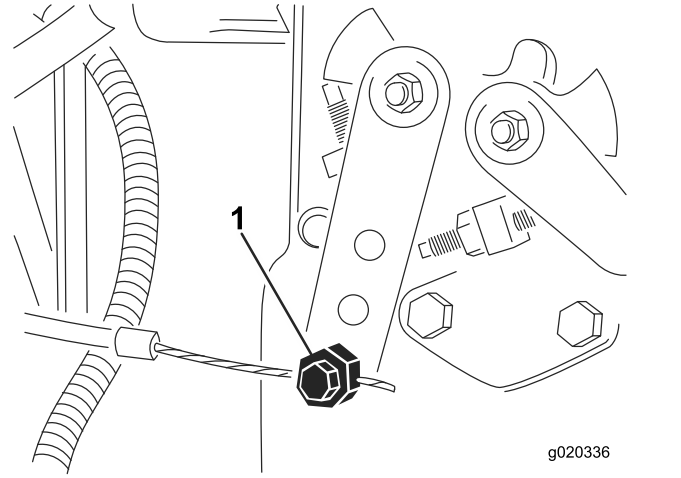

图 75
- 拧松油门拉索接头接头位于喷射泵控制杆臂 (图 75) 上。